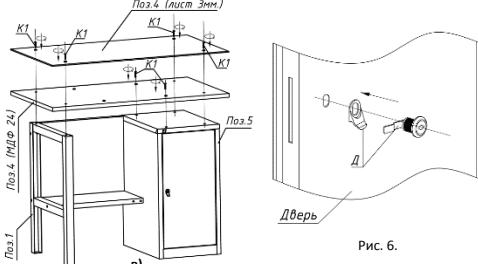

Рис. 6.
5.7. Установка ручки и замка в дверцу тумбы допускается на любой операции (см. рис. 6).